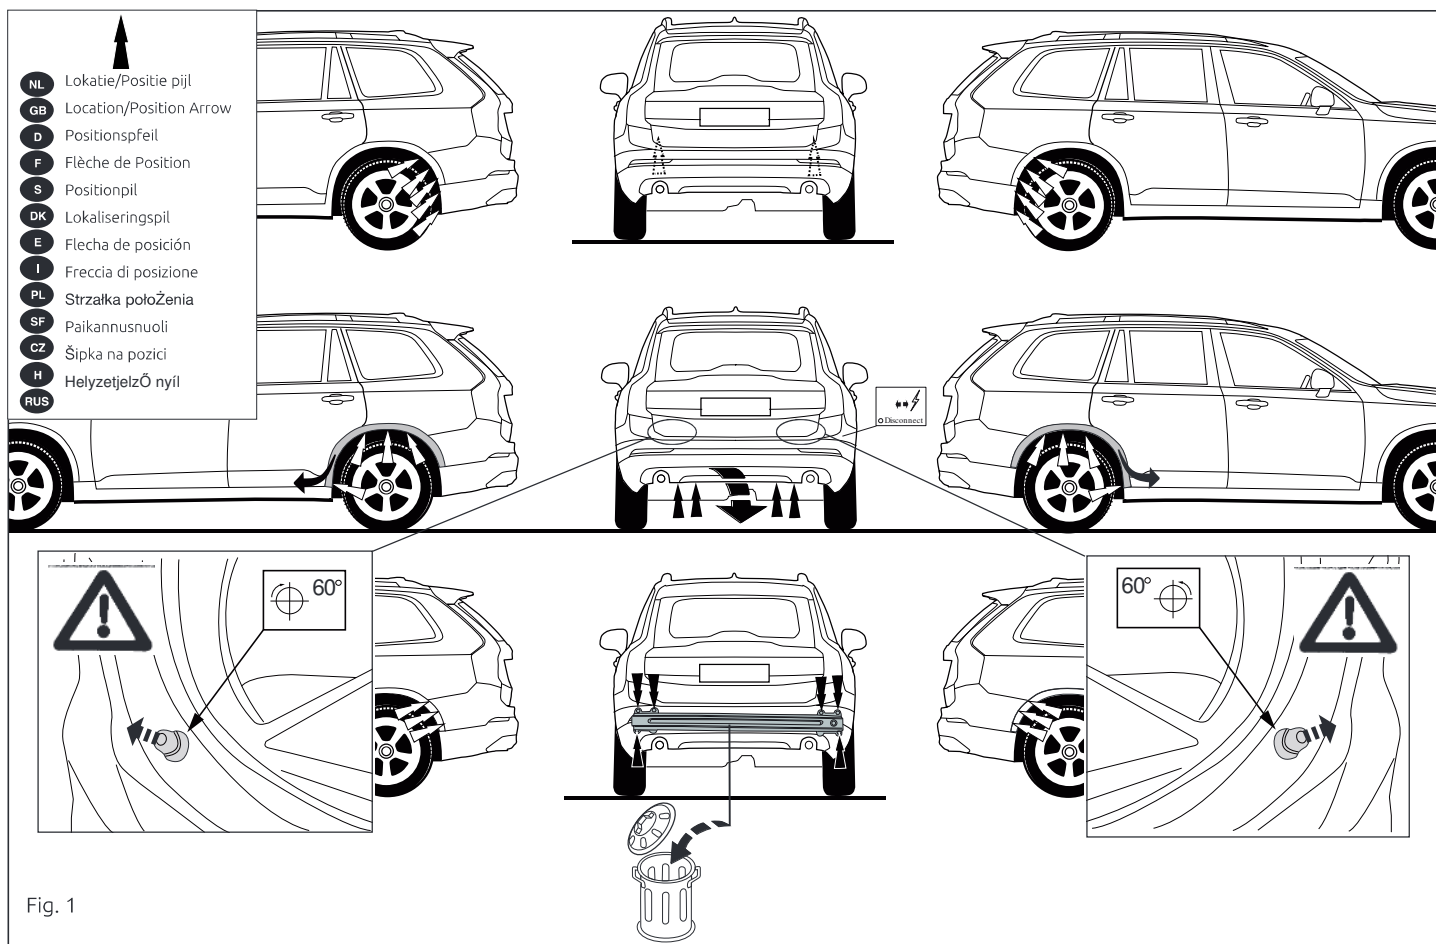

Fig. 1
1. Demonteer de bumper inclusief de stalen stootbalk van het voertuig. De stootbalk wordt niet meer gebruikt. (zie fig. 1, 1a)
1. Remove the bumper and the steel buffer beam from the vehicle. The buffer beam will no longer be needed. (see fig. 1, 1a).
(siehe Abb. 1, 1a).
1. Déposer le pare-chocs du véhicule y compris la traverse en acier ; la traverse ne sera plus utilisée (voir la fig.1, 1a).
1. Demontera stötfångaren inklusive stötranden av stål från fordonet, stötranden förfaller (se fig. 1, 1a).
1. Demonter kofangeren, inklusive køretøjets stålstødbjælke. Denne bliver overflødig (jævnfør fig. 1, 1a).
1. Снять бампер вместе со стальным буферным брусом автомобиля; буферный брус больше не понадобится (см. рис. 1, 1a).